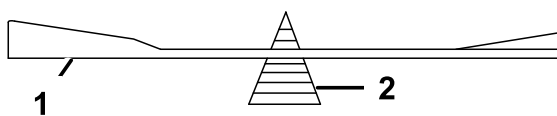

Figura 79
2. Verifique o equilíbrio da lâmina colocando-a num equilibrador de lâminas (Figura 79).